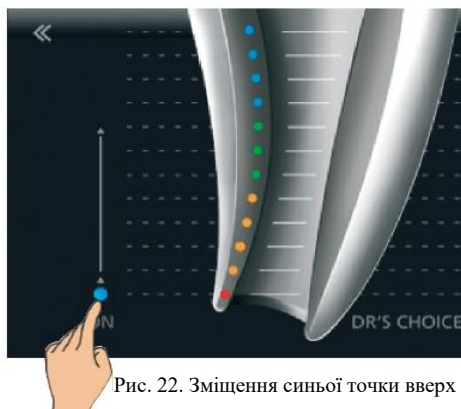

Рис. 22. Зміщення синьої точки вгору
- Покладіть свій палець на синю точку і введіть її в бажану позицію на апікальній ділянці (рис. 22).